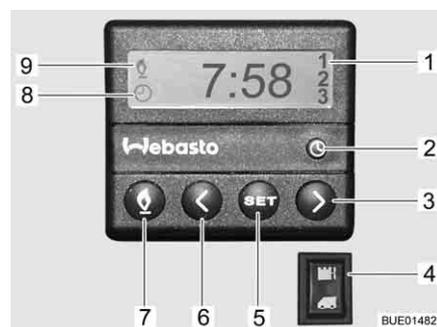

Bild 204 Bedieneinheit für Standheizung
- Taste (Bild 204,7) drücken. Der Heizbetrieb wird durch das Symbol (Bild 204,9) angezeigt. Das Gebläse wird erst bei einer Kühlwassertemperatur von 30 °C zugeschaltet.
- Taste (Bild 204,7) drücken. Das Symbol (Bild 204,9) erlischt.
- Schalter (Bild 204,4) unten drücken. Motor wird vorgewärmt. Das Gebläse wird sofort zugeschaltet.
- Schalter (Bild 204,4) oben drücken. Motor bleibt kalt.
- Taste (Bild 204,2) drücken. Die Uhrzeiteinstellung wird durch das Symbol (Bild 204,8) angezeigt.
- Mit den Tasten (Bild 204,3 und 6) die Uhrzeit einstellen.
- Taste (Bild 204,5) drücken.
- Innerhalb von 10 Sekunden mit den Tasten (Bild 204,3 und 6) die Einschaltzeit einstellen.
- Taste (Bild 204,5) so oft drücken, bis die gewünschte Programmnummer (Bild 204,1) im Display angezeigt wird.